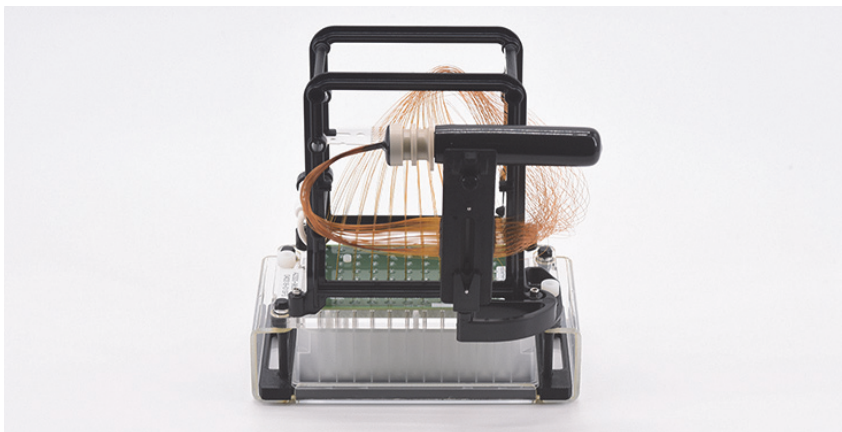

图 112 安装有毛细管阵列的阵列对接底座
- 5 如图 112 所示插入两颗白色螺钉，将毛细管阵列固定